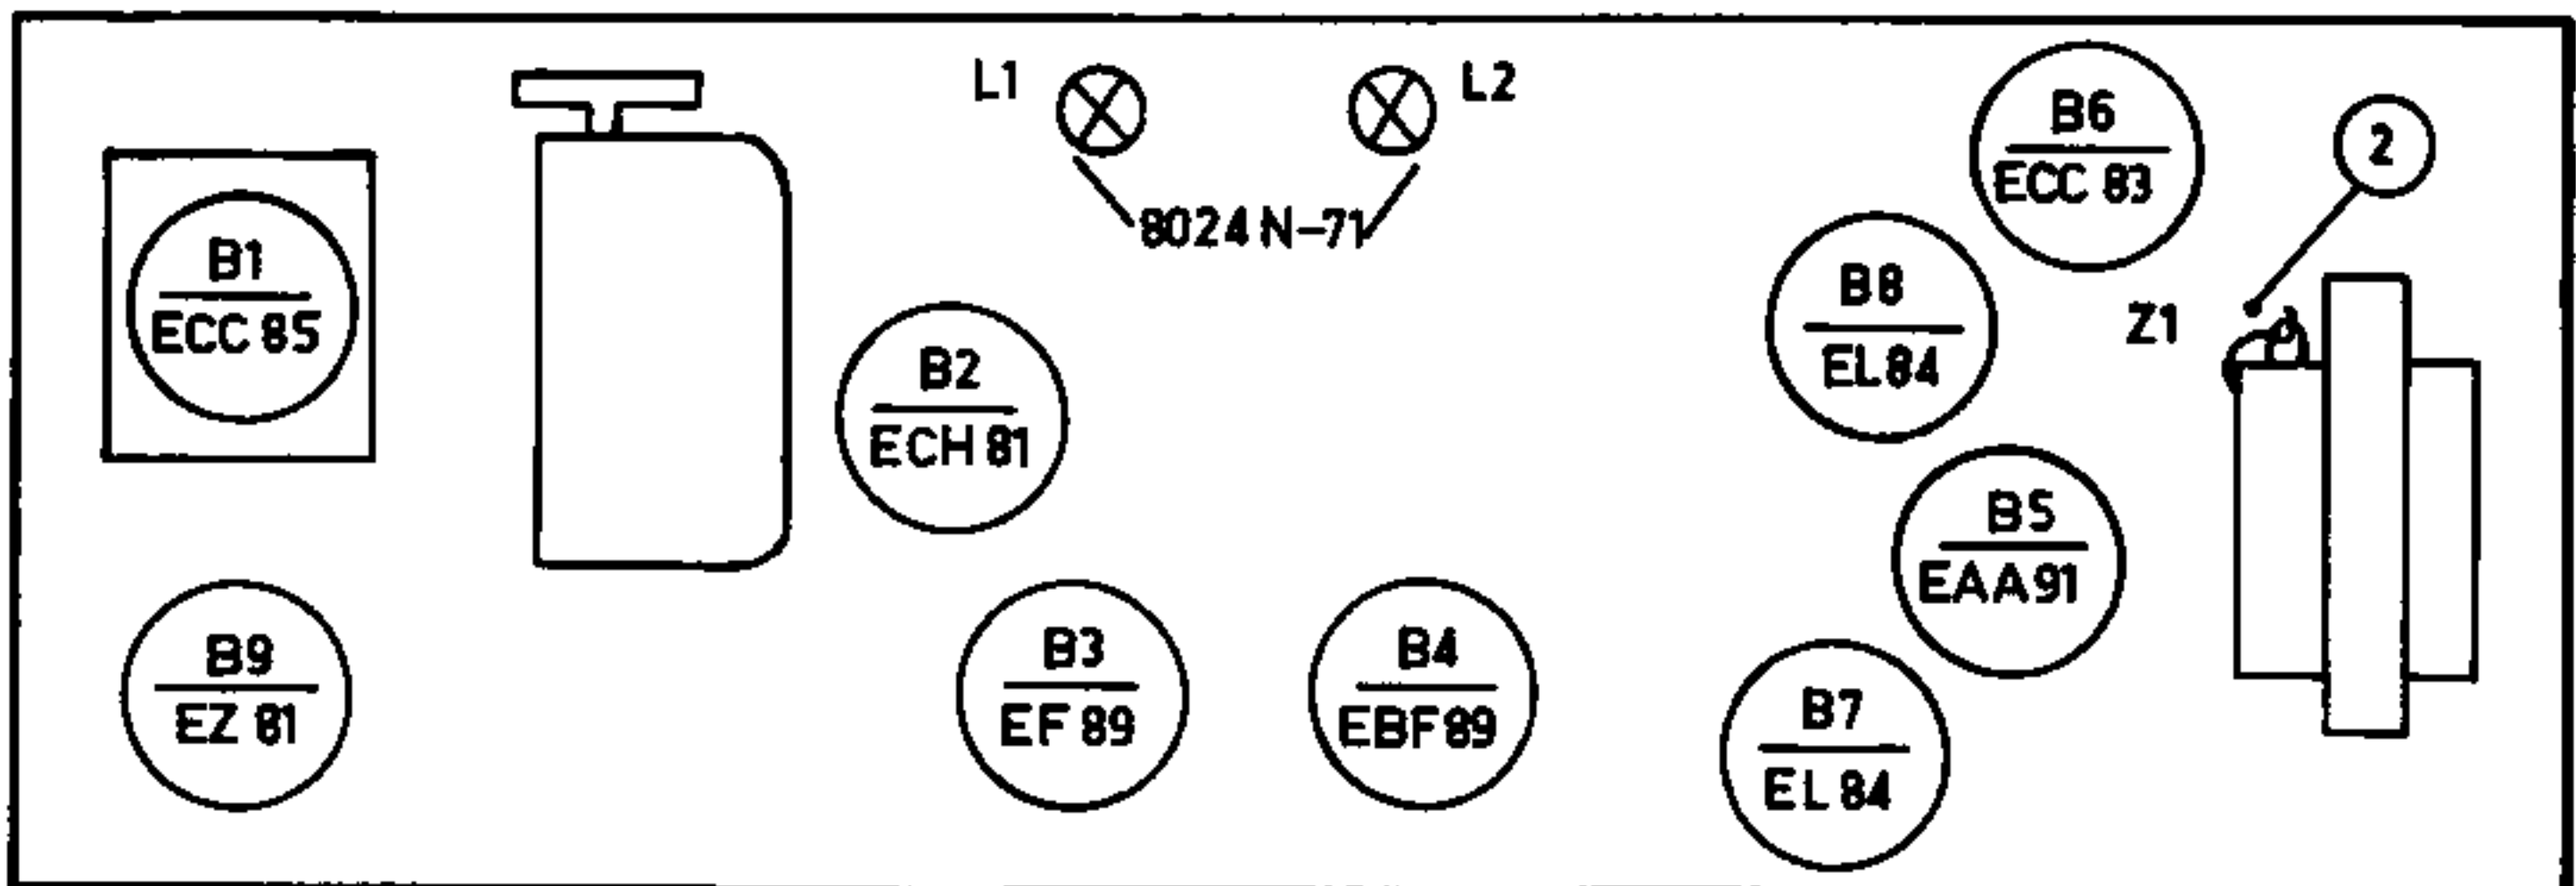

FIG.1
I. Buizen en lampjes lichten niet op	<p>a. Ga na of de spanningscarroussel goed is ingesteld (zie post 1, fig. 1)</p> <p>b. Ga na of de smeltveiligheid in orde is (zie post 2, fig. 1)</p> <p>c. Ga na of de buizen goed zijn aangedrukt en of ze op de juiste plaats staan (zie fig. 1)</p>
II. Afstemoog licht niet op	Vervang de gelijkrichtbuis B9 (zie fig. 1)